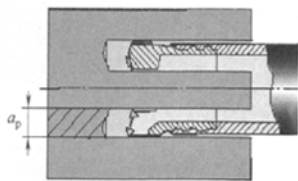

图 2
(1) 刀具选择 套料工具选用瑞典山特维克可乐满刀具, 刀片材质为 GC235 涂层硬质合金, 刀具刚性较好, 强度高, 刀片的高韧性保证了极高的刃口安全性, 使之轻松应对低速重载间断切削及不稳定状态切削。套料刀片结构采用外凸三角形刀片(WCMX 06...), 此刀片可用于外、中、内刀座, WCMX 06...刀片的定位方法使得中心刀片在切削过程中首先在中心点开始切削, 然后连续向外到周边进行切削, 产生小而薄片切削, 容易排屑, 提高了机床的稳定性, 同时提高了工件内孔的直线度及表面质量。在割断工具上, 由于割断空间狭小, 如图 2 所示, 割刀必须在 $a_p < 30\text{mm}$ 的空间内实现割断加工, 割刀制造困难较大, 国际上各刀具厂家均没有此规格的割断工具。为此, 我公司根据多年